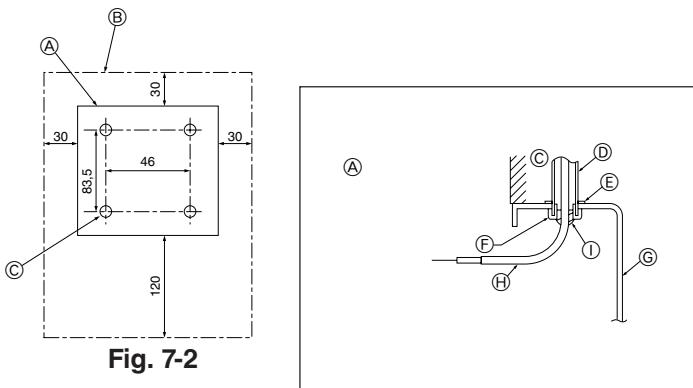

Fig. 7-2
(1) Выберите место установки пульта дистанционного управления. (Fig. 7-2)